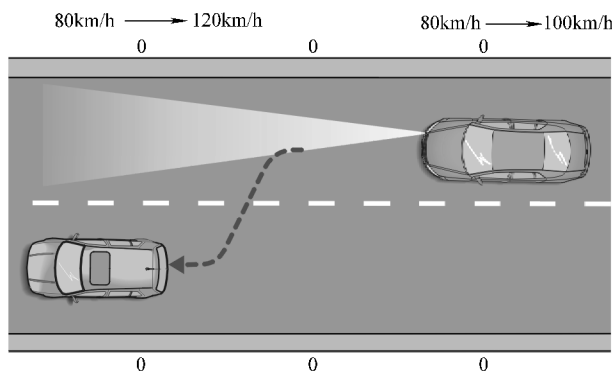

图 4-150 车辆加速或变道行驶
(3) 车辆加速或变道行驶 当车距传感器检测到前方车辆加速或者变换行车道时，向 APC 系统控制单元发送信号，如图 4-150 所示。APC 控制单元根据此信号控制本车重新加速，恢复到预设车速。